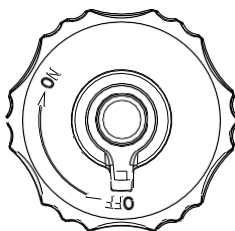

Рисунок 2-9. Кришка паливного баку
- Очистіть область навколо кришки паливного баку та поверніть у положення УВІМК. вентиляційний отвір кришки паливного бака. Див. Рисунок 2-9.